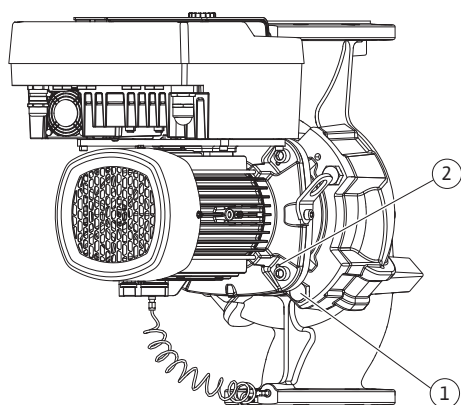

Fig. 104: Отжатие съемного блока через резьбовые отверстия (DN 100...DN 125)
23. Отжать съемный блок от корпуса насоса. Для этого использовать два резьбовых отверстия (см. Fig. 104, поз. 1).
33. Для отжатия съемного блока из корпуса насоса использовать два расположенных рядом резьбовых отверстия (Fig. 104, поз. 1) и подходящие винты, предоставляемые заказчиком (например, M10 x 25 мм).